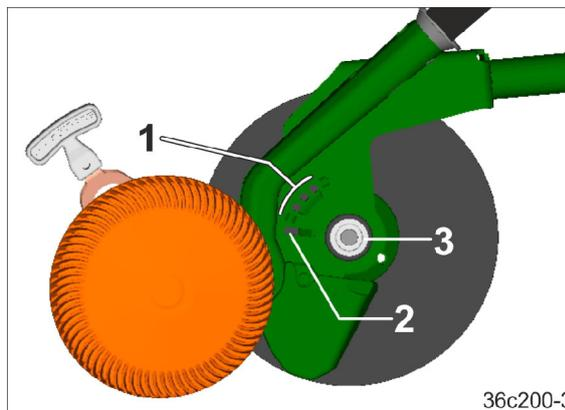

Рис. 180
1. Зафиксируйте выступ рычага через группу отверстий (Рис. 180/1) в прорези (Рис. 180/2).
2. Передвигайте дисковый/роликовый ограничитель глубины в прорези (Рис. 180/2), пока ограничитель не освободится из замка (Рис. 180/3).
1. Насадите дисковый/роликовый ограничитель глубины на замок (Рис. 180/3). При этом выступ заходит в прорезь (Рис. 180/2) сошника.
2. Передвигайте дисковый/роликовый ограничитель глубины в прорези (Рис. 180/2), пока ограничитель не зафиксируется в замке. Легкий удар по центру диска облегчит фиксацию.
3. При помощи ручки вытяните выступ из прорези и вставьте в требуемое отверстие (Рис. 180/1).